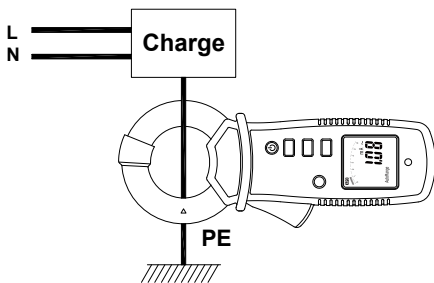

Figure 1 : Mesure par méthode directe du courant de fuite de terre (PE)
Sur les systèmes correctement mis à la terre, en cas de défaut, le courant de fuite doit être conduit via le conducteur de terre (PE) (Figure 1). Nous pouvons mesurer ce courant directement dans un conducteur de terre à l'aide d'une pince de mesure de courant de fuite.